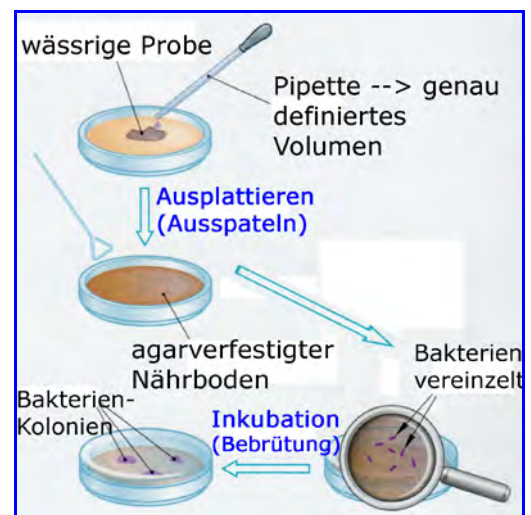

Abb. 7. Ausspateln bzw. Ausplattieren.
Abb. 1. Das Spatelplattenverfahren (Flächenausstrich, Ausplattieren, Vereinzelung und Vermehrung) zur Bestimmung von "Gesamtkeimzahlen" sauerstoffbedürftiger, mittlerer Temperaturen bevorzuger mikrobieller Keime (cf. auch Abb. 7).
- Ausplattieren (Abb. 7 und 8):